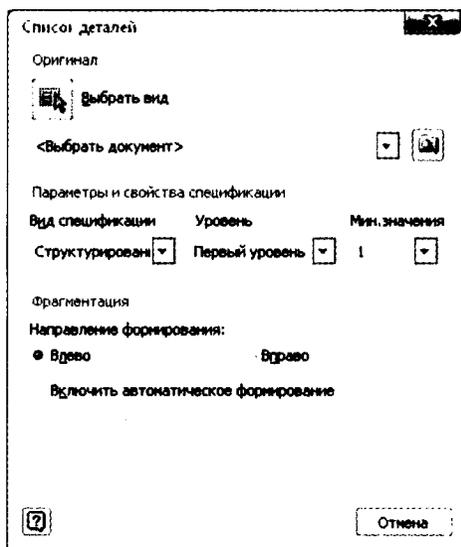

Рис. 6.20. В диалоговом окне Спецификация много опций
3. Откроется диалоговое окно **Спецификация** (рис. 6.20), в котором имеется ряд опций, схожих с опциями диалогового окна **Автомумерации позиций**.